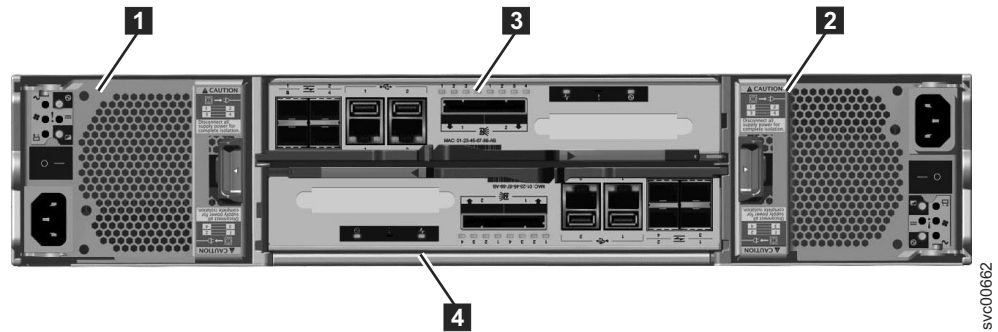

図3. モデル 2076-112 またはモデル 2076-124 のコントロール・エンクロージャの背面図
7 ページの図 3 は、コントロール・エンクロージャーの背面図を示したものであり、電源機構装置およびキャニスターの位置を示しています。
- 2 個のキャニスターがエンクロージャの中央に収納されています。各キャニスターは拡張キャニスターとして知られています。上段のキャニスター (図3) はキャニスター **3**、下段のキャニスターはキャニスター **4** です。キャニスター **3** は上面を上に向け、キャニスター **4** は反転、つまり上面を下に向けます。